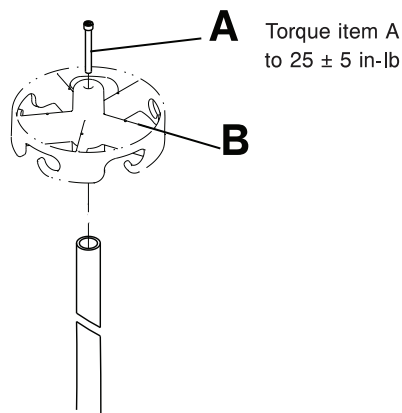

Figura 6-32: Sostituzione della testa dell'asta portaflebo
1. Con la chiave a brugola da 3/16" rimuovere la vite con testa a esagono incassato (A) dal centro della testa dell'asta portaflebo (B). Mettere la vite da parte (Figura 6-32 a pagina 6-51).
4. Con la chiave a brugola da 3/16" inserire la vite con testa a esagono incassato (A) (rimossa al punto 1) per fissare la testa sull'asta portaflebo. Serrare la vite a  $25 \pm 5$  in-lb ( $2,8 \pm 0,6$  Nm) con la chiave dinamometrica da 3/8".